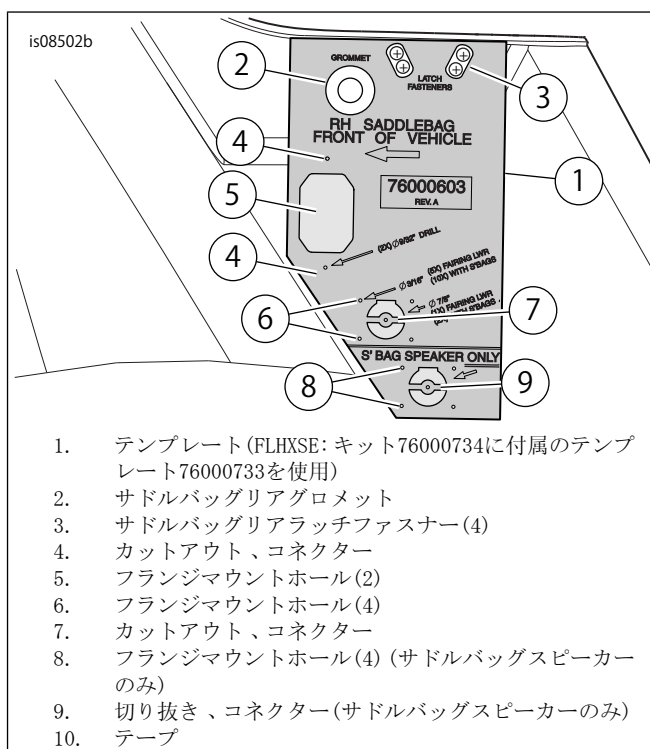

図2. 右サドルバッグの切り抜きと穴開け(Stage IIハーネスの取り付け用)
2. 「図2」を参照してください。取り付け面(内側)を上にした状態でサドルバッグを保護面に置きます。
1. 「図2」を参照してください。テンプレート(1)を使用して、サドルバッグ内にフェアリングロアアンプ18極フランジコネクタ[289-1]用の開口部を切り抜きます。
「図2」の品目6および7を参照してください。